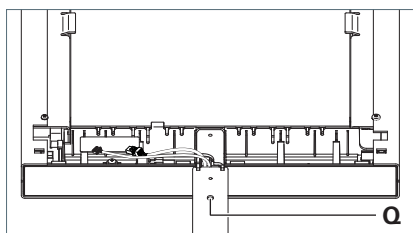

Fig. 8: Régler l'inclinaison.
- Soulevez la tête du luminaire pour l'aligner verticalement et vissez fermement à la main au tube porteur la vis de réglage **Q** dans le sens contraire des aiguilles d'une montre, voir Fig. 8.